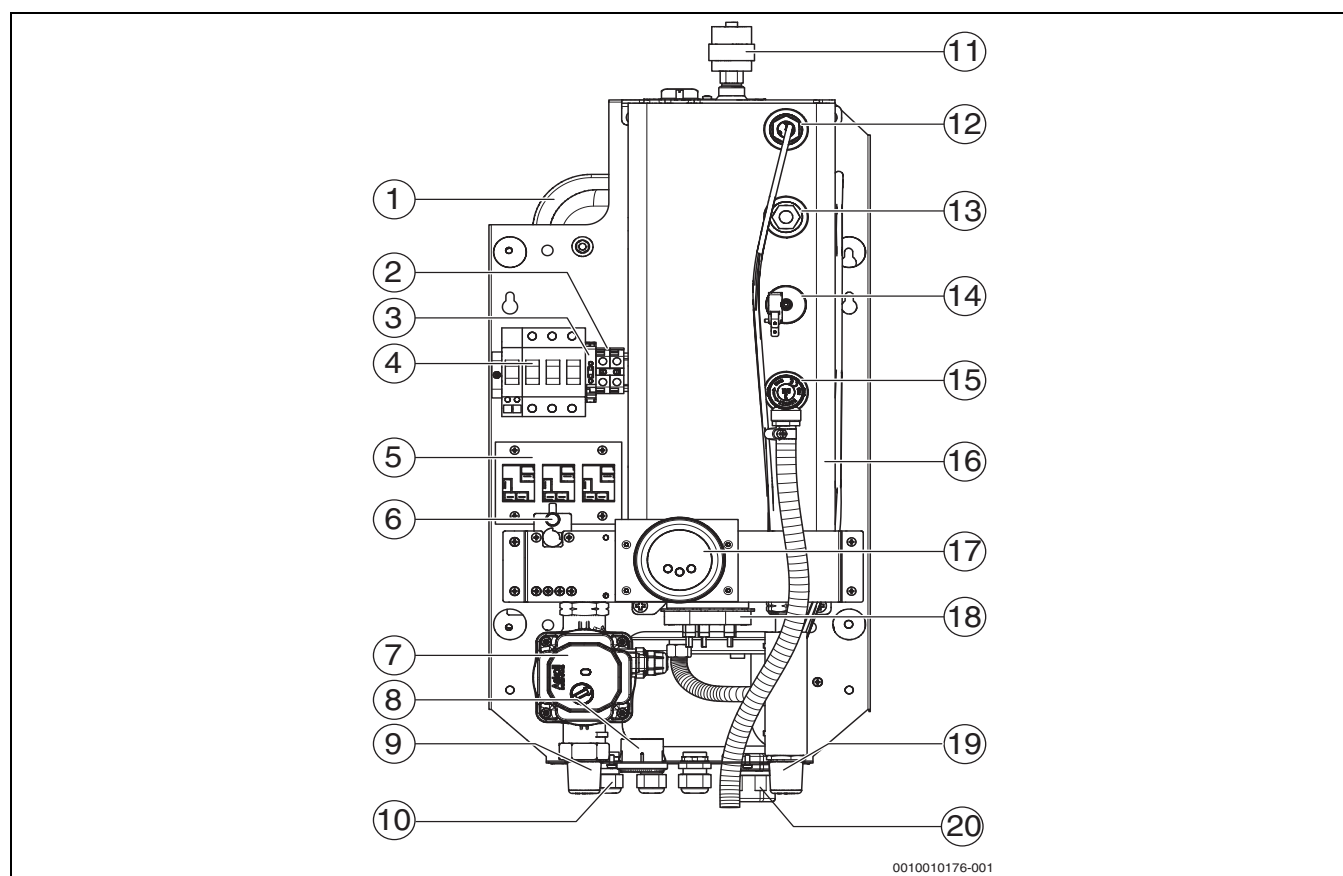

Рис. 1 Функциональные элементы котла Tronic Heat 3500 4–12 кВт
- ▶ Не перекрывайте предохранительный клапан (→ Рис. 1, стр. 8, [15])